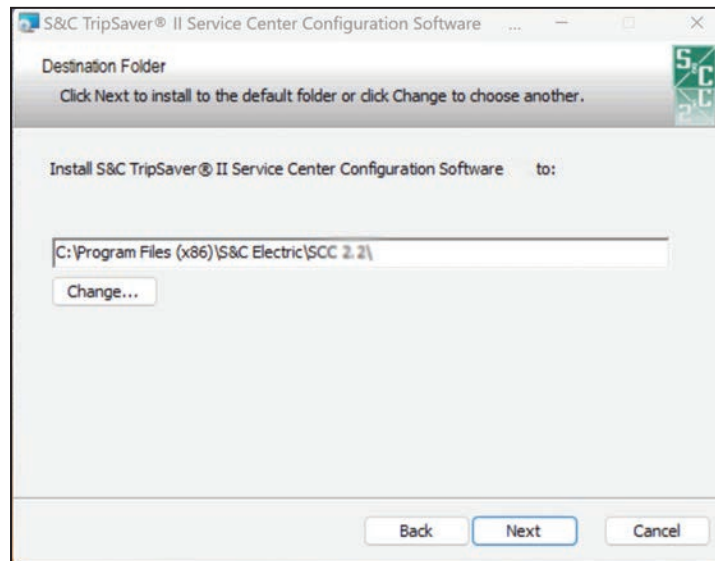

Figura 5. Cuadro de diálogo para seleccionar la carpeta de destino.
- PASO 4.** El próximo cuadro de diálogo en aparecer, le permite seleccionar la carpeta de instalación. Dé clic en el botón **Change (Cambiar)** para seleccionar una carpeta de destino específico, o puede usar la carpeta predeterminada mostrada. Dé clic en el botón **Next** para abandonar el proceso de instalación. Dé clic en el botón **Back (Regresar)** para regresar al paso anterior. Ver Figura 5.